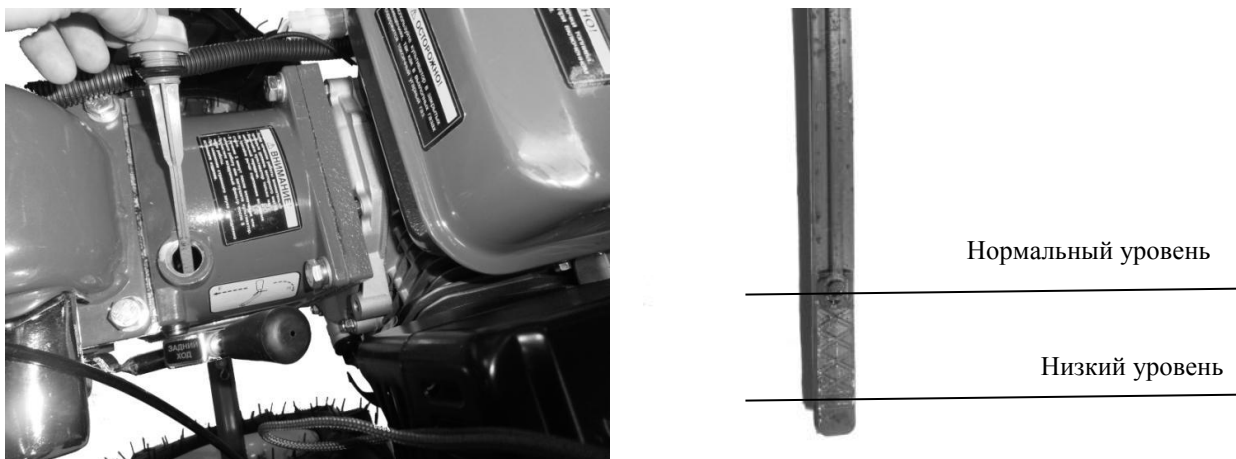

Рис.2
5.2.2. Контролируйте уровень масла по щупу маслозаливной горловины (рис.2).